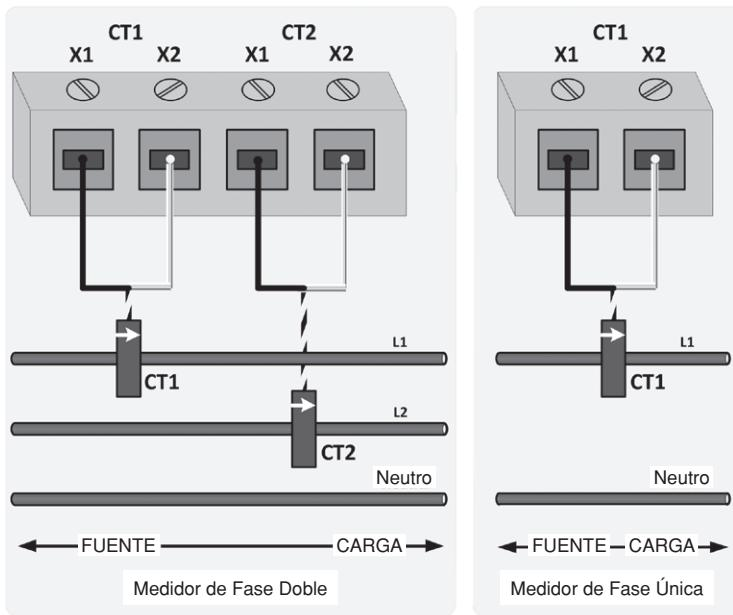

Figura 6 – Diagrama de Cableado del TC
- Las entradas de corriente y de voltaje deben instalarse “en fase” para obtener lecturas correctas. Tal como se muestra en la Figura 6, el TC1 necesita monitorizar la misma fase que el voltaje conectado al medidor en L1, y el TC2 necesita monitorizar la misma fase que el voltaje conectado al medidor en L2. Los TCs deben estar conectados entre la línea y la carga, no en los cables de voltaje que conducen al medidor.
3. Conecte los conductores del TC a las terminales adecuadas, vea los diagramas de cableado (Figura 6) para las orientaciones y conexiones correctas del TC. En la Tabla 3 se proporciona una lista de las conexiones del TC.
- e. Repita para el conductor restante para aplicaciones de dos fases, tal como se muestra en la Figura 6.
5. Para TCs de Núcleo Sólido: Con la energía apagada, desconecte cada conductor monitorizado uno a la vez y deslice el TC adecuado, asegurándose de que el TC esté orientado correctamente tal como se muestra en la Figura 6. Vuelva a conectar los conductores. Conecte los cables del TC a las entradas del medidor tal como se describe en la Tabla 3.